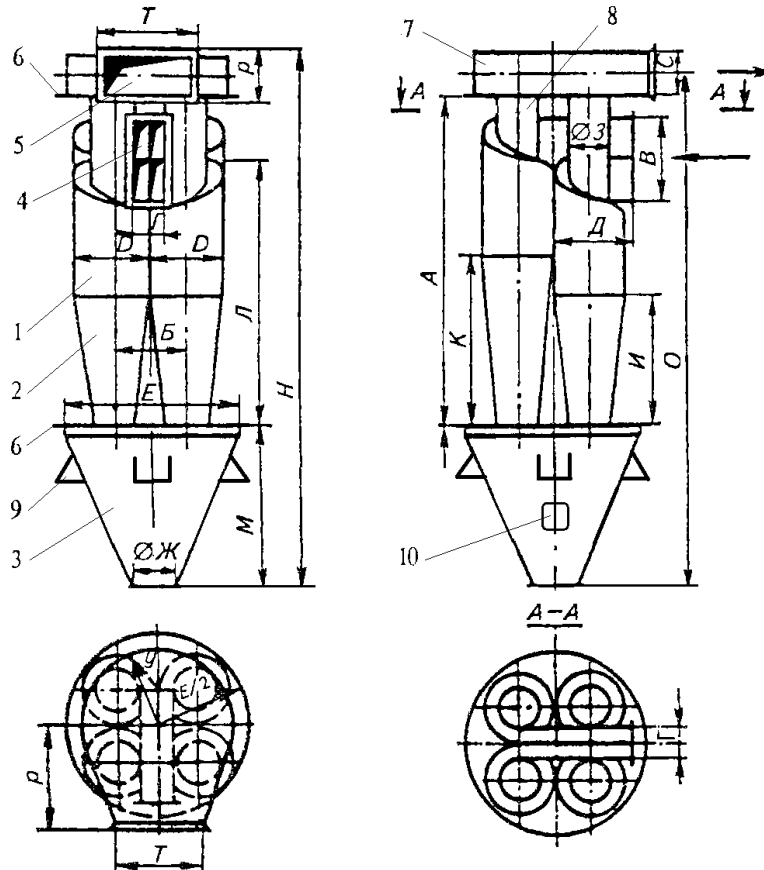

Рис. 1.
3.2. Циклон (див. рис. 1, табл.1) складається з 4-х одинарних циклонів, котрі розташовані на збірному конусі 3. У верхній частині вихлопні труби 8 об'єднуються збірною коробкою 7. Група циклонів зібрані з конусом 3 та збірною коробкою 7 фланцями 6 таким чином що їх можна повертати відносно осі (див п. 2.3, 2.7). Для очищення конуса 3 передбачено лючок 10. Для установки циклона на раму передбачено монтажні вуха 9.